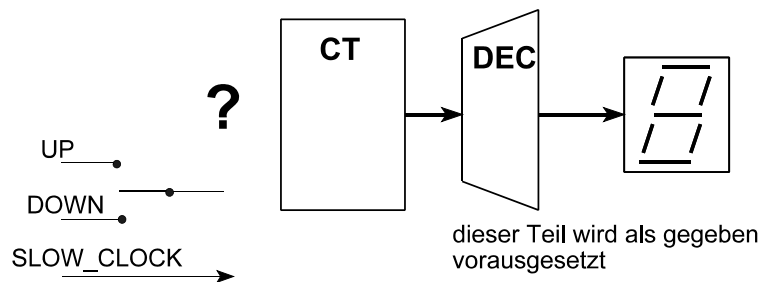

Abb. 16
26. Auf einem Bedienfeld soll eine Zifferneingabe realisiert werden (Bereich 0...9). Anstelle von Drehschaltern o. dergl. ist für jede Ziffernstelle ein Zähler mit nachgeschalteter LED-Anzeige vorgesehen. Die Ausgangsseite (mit Siebensegmentdecoder und Anzeige) ist vorgegeben (Abb. 16). Eingangsseitig soll ein Dreistellungsschalter (Kipp- oder Wippmechanik) verwendet werden. Suchen Sie sich einen passenden Zähler aus dem TTL-Sortiment aus und geben sie dessen Eingangsbeschaltung an (bis hin zum Anschluß des Schalters – und zwar möglichst genau). Sie dürfen das gängige Sortiment an Gattern, Flipflops usw. ausnutzen. Als Hilfestellung: ein Taktsignal mit einer Impulsfolgefrequenz von 100 Hz ist vorhanden (SLOW_CLOCK – prüfen Sie aber, ob es für die hier zu lösende Teilaufgabe ohne weiteres ausreicht, und lassen Sie sich ggf. etwas einfallen...).